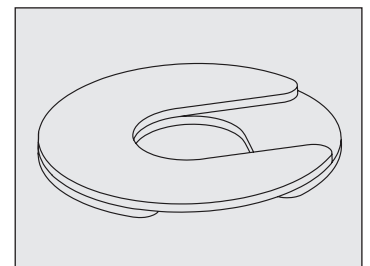

Fig. 10. Instale varias calzas con ranuras de desplazamiento.
- Si se usa más de una calza, asegúrese de que estén giradas 90 ° entre sí. Véase la fig. 10.
- **NO** utilice más de cuatro (4) calzas en una misma rueda.